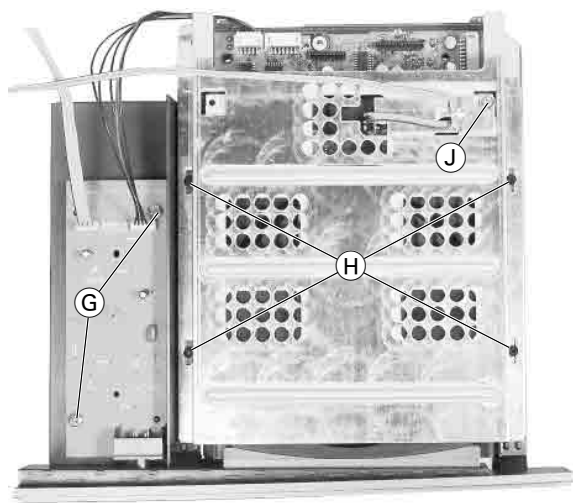

Fig. 4
- 2 Schrauben **G** (Fig. 4) herausdrehen und Eject-Platte herausnehmen.
- 4 Schrauben **H** (Fig. 4) herausdrehen.
- Schraube **J** (Fig. 4) herausdrehen und Mikroschalter abnehmen.
- Undo 2 screws **G** (Fig. 4) and remove the Eject board.
- Undo 4 screws **H** (Fig. 4).
- Undo the screw **J** (Fig. 4) and remove the microswitch.